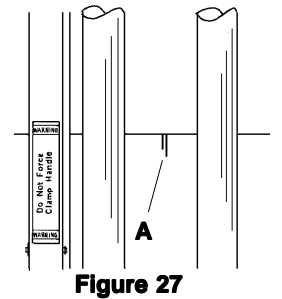

Figure 27
5. If the machine is square, the two cuts at the top of the board, (one made from the front and one from the back) will be in alignment. If not, **(A) Figure 27**, the **SQUARING EDGE BARS** must be repositioned. If the second cut at the top is to the left of the cut made from the front, the **LEFT SQUARING EDGE BAR** must be lowered. Conversely, if the second top cut is to the right of the first, the **LEFT SQUARING EDGE BAR** must be raised. In either case, the amount of squaring adjustment required is half the distance between the two top cuts.
5. Wenn die Maschine korrekt ausgerichtet ist, werden die beiden Schnitte auf der oberen Kante des Materials (einer wurde von der vorderen, der andere von der hinteren Seite des Materials gemacht) genau miteinander übereinstimmen. Wenn nicht, **(A) Abbildung 27**, müssen die **Winkelleisten** neu eingestellt werden. Wenn der zweite Schnitt an der oberen Kante links von dem ersten Schnitt ist, muß die **linke Winkelleiste** niedriger gesetzt werden. Wenn der zweite Schnitt an der oberen Kante rechts von dem ersten Schnitt ist, muß die **linke Winkelleiste** angehoben werden. In jeden Fall ist die Länge der vorzunehmenden Einstellung der **Winkelleisten** jeweils die Hälfte der Entfernung zwischen den beiden oberen Schnitten.
5. Si la machine est d'équerre, les deux coupes sur la partie supérieure du panneau (une faite de l'avant et une faite de l'arrière) s'aligneront. Si ce n'est pas le cas, **(A) Figure 27**, les **BARRES DE BORD D'ÉQUARRISSAGE** doivent être repositionnées. Si la deuxième coupe sur la partie supérieure est à la gauche de la coupe faite de l'avant, la **BARRE DE BORD D'ÉQUARRISSAGE GAUCHE** doit être abaissée. À l'inverse, si la deuxième coupe est à la droite de la première, la **BARRE DE BORD D'ÉQUARRISSAGE GAUCHE** doit être relevée. Dans les deux cas, la quantité d'ajustement requis est la moitié de la distance entre les deux coupes supérieures.